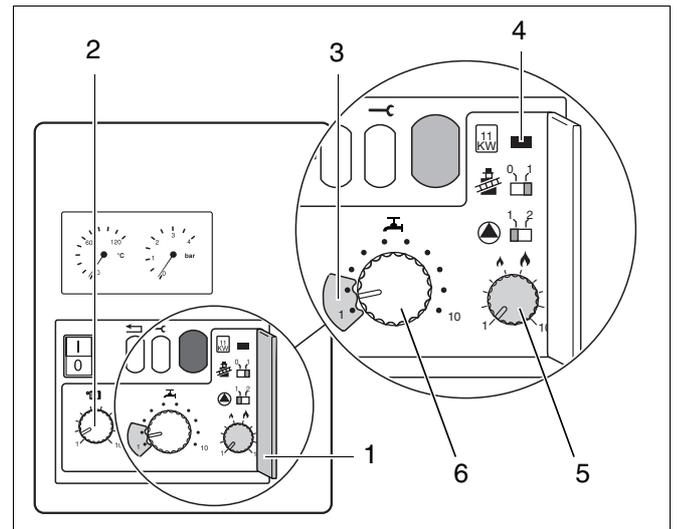

Fig. 20 Température de départ, température d'eau chaude sanitaire
- Ouvrir le couvercle du deuxième niveau de commande (fig. 20, pos. 1).
- Selon la version de l'installation et les valeurs du tableau 3, régler le régulateur (fig. 20, pos. 2) à la température de départ maximum désirée.
- Utiliser le régulateur pour la température de l'eau chaude sanitaire (fig. 20, pos. 6) pour régler la température de maintien ou de sortie selon le tableau 3.
Pour éviter des pertes d'énergie, mettre le régulateur (fig. 20, pos. 6) dans la position de démarrage à froid "1". Pour ce faire, enlever le blocage (fig. 20, pos. 3) et le replacer après le réglage.
Régler la température désirée de l'eau chaude sanitaire à l'aide du régulateur y destiné (fig. 20, pos. 6) selon le tableau .
- Régler la puissance de chauffage (tableau 4) selon la demande de chaleur nécessaire au régulateur (fig. 20, pos. 5).